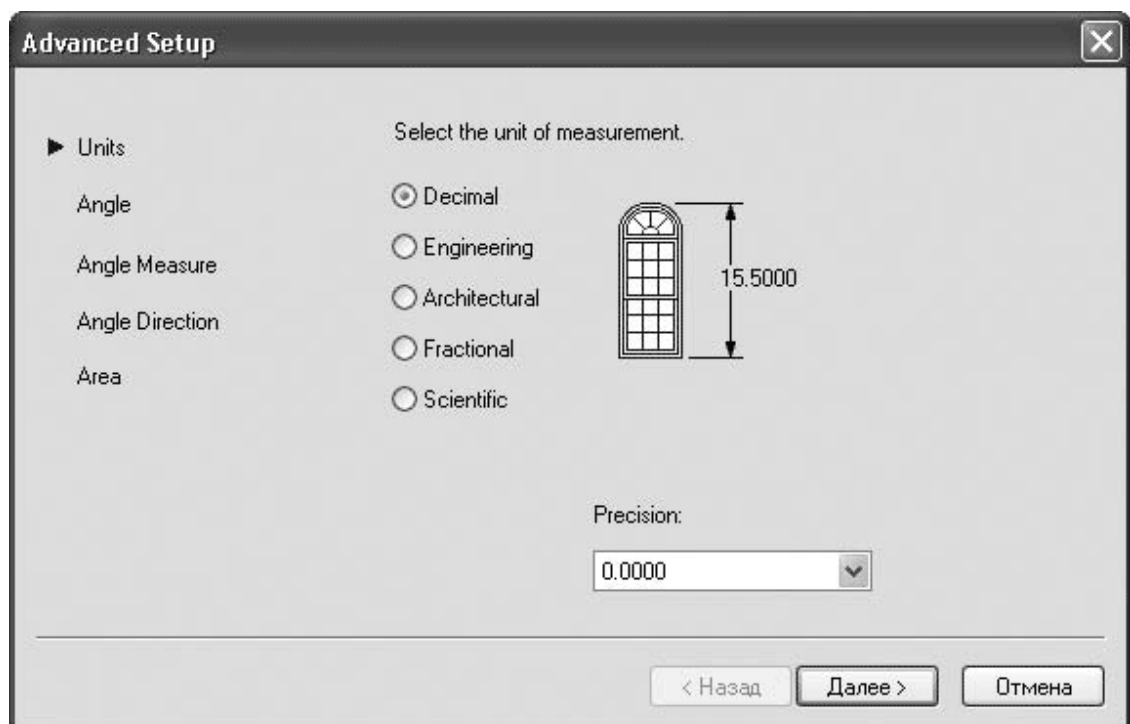

Рис. 1.34. Выбор единиц измерения
2. В первом окне мастера (рис. 1.34) предлагается выбрать единицы измерения чертежа, а также, в раскрывающемся списке, точность значений (количество знаков после запятой). Настроив параметры, нажимаем кнопку **Далее**.